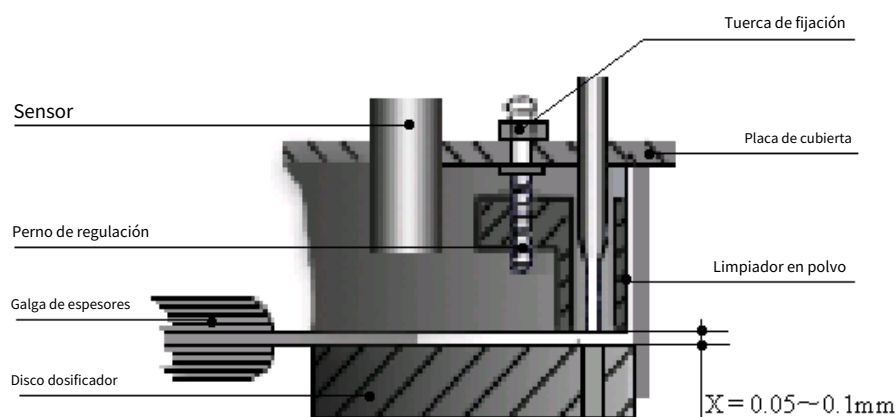

Fig. 18 Espacio libre entre el limpiador de polvo y el disco dosificador
5.2.6 Ajuste de la holgura del limpiador de polvo (consulte la Fig. 18)